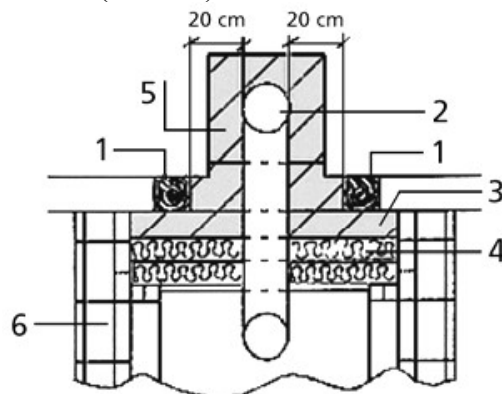
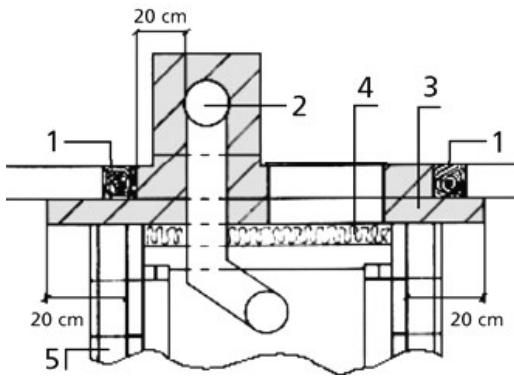

Bild 1-2 Ummauerung von Bauteilen,
Bild 1-3 Ummauerung von Bauteilen, Variante 2
Müssen im Stellbereich Ihrer Ofenanlage die oben aufgeführten Bauteile gegen Erwärmung geschützt werden, muss eine Brandschutzwand entsprechend Bild 1-2 oder Bild 1-3 mit folgenden Eigenschaften vorgemauert werden:
- Dicke der Isolierung entsprechend der Wärmedämmung innerhalb des Ofens (Bild 1-2).
Bei Rauchrohrführungen durch Holzwände oder im Bereich von Stahl /Stahlbetonstützen muss ebenfalls auf eine 20 cm breite, allseitig mineralische Ummauerung des Rauchrohres geachtet werden (siehe Bild 1-2 und Bild 1-3).